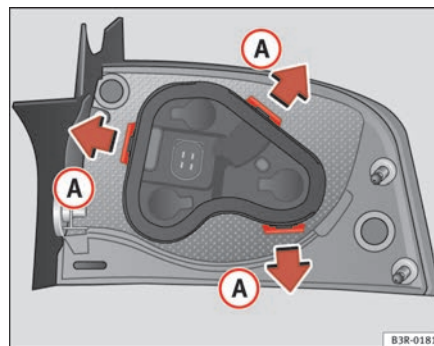

Fig. 210 Linguette di fissaggio nella parte posteriore della unità luci posteriore
- Sganciare le linguette di fissaggio ⇒ fig. 210 ①.